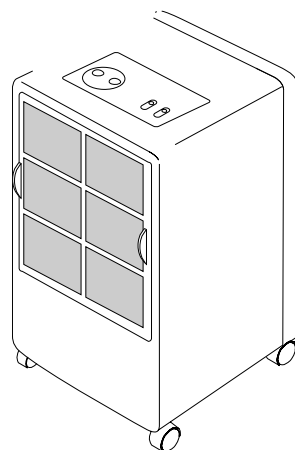

Fig. 4
- Per togliere il filtro dell'aria estrarre il filtro tirandolo verso l'alto (fig. 4).